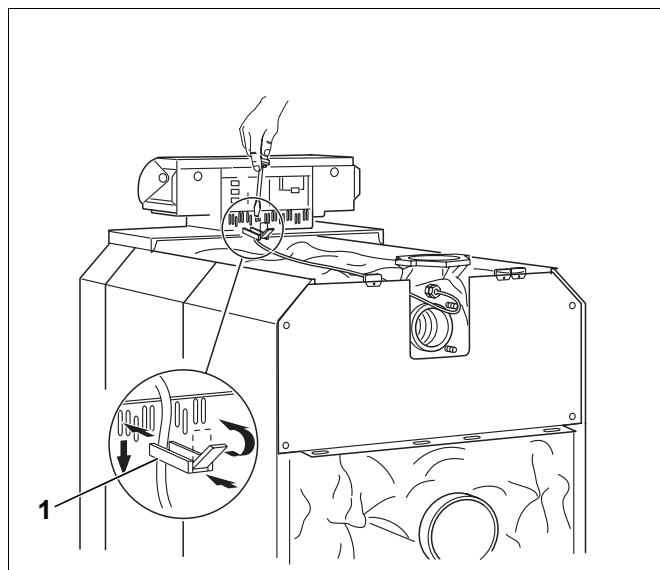

Fig. 64 Fissaggio delle linee di collegamento elettriche
- ▶ Inserire le fascette serracavo complete di cavo di collegamento nel listello di cablaggio e fissare piegando la leva (fig. 64, [1]).